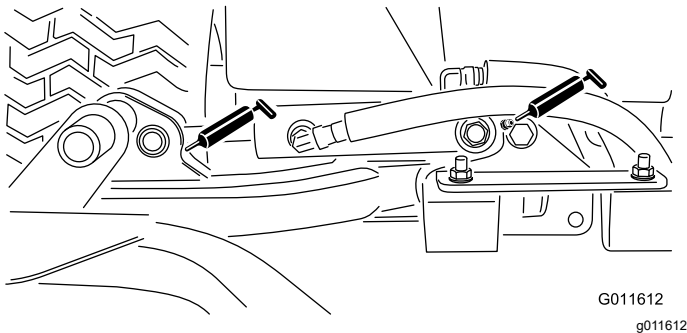

Figura 40
- Cilindros del brazo de elevación de la unidad de corte (2 en cada) – Figura 40
- Pivotes del brazo de elevación (1 en cada) – Figura 40